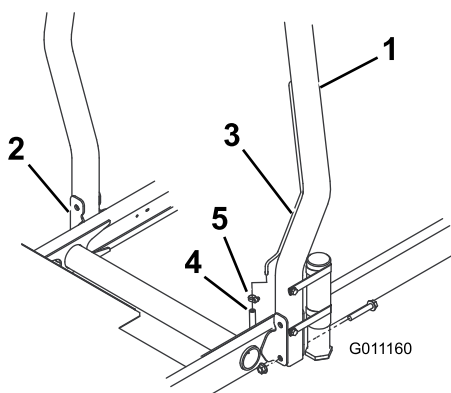

Рисунок 12
от опрокидывания находится с левой стороны машины (Рисунок 12).
2. Прикрепите каждую сторону штанги защиты от опрокидывания к монтажным кронштейнам с помощью 2 (двух) болтов с фланцевыми головками и контргаяк (Рисунок 12). Затяните крепежные элементы с моментом 81 Н-м.